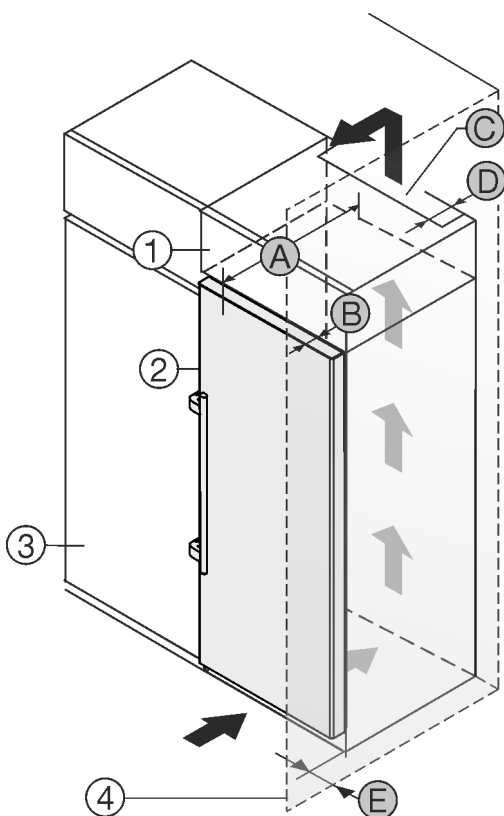

Fig. 2
U kunt het apparaat direct naast de keukenkast Fig. 2 (3) opstellen.\*
Aan de achterzijde van de opzetkast moet een luchtafvoerkanaal met de diepte Fig. 2 (D) over de volledige breedte van de opzetkast aanwezig zijn.\*
Onder het plafond moet de ventilatie doorsnede Fig. 2 (C) worden aangehouden.\*
Als u het apparaat met de scharnieren naast een wand Fig. 2 (4) plaatst, moet de afstand tussen het apparaat en de wand minimaal 57 mm bedragen. Dit komt overeen met de uitsteekmaat van de handgreep bij geopende deur.\*
Om de deuren volledig te kunnen openen, moet het apparaat overeenkomstig de deurdiepte Fig. 2 (B) ten opzichte van het keukenkastfront uitsteken. Afhankelijk van de diepte van de keukenkasten Fig. 2 (3) en het gebruik van de wandafstandshouders kan het apparaat verder uitsteken.\*